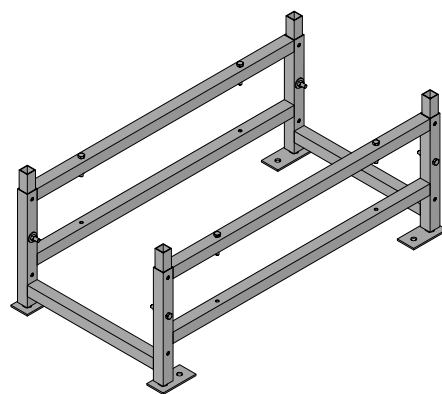

Fig. 42
- Kit de piédestal (**Fig. 42**).